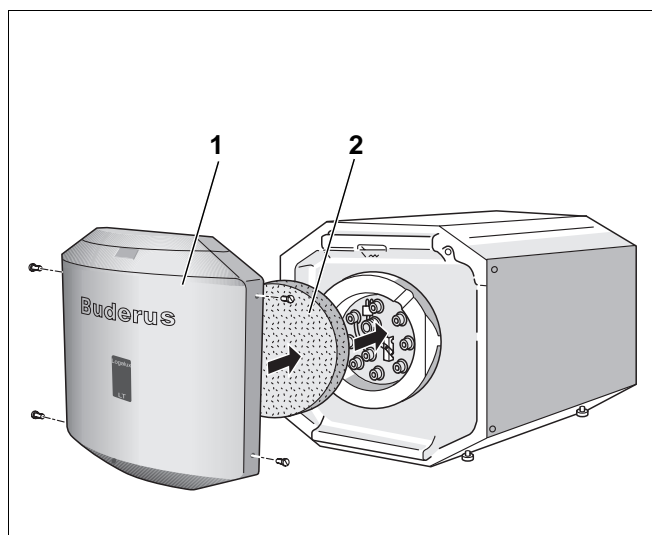

Рис. 14 Установка теплоизоляции и передней стенки
- Вставить теплоизоляционный элемент (рис. 14, **поз. 2**) перед крышкой смотрового люка.
- Установить переднюю стенку (рис. 14, **поз. 1**) и закрепить 4 болтами.